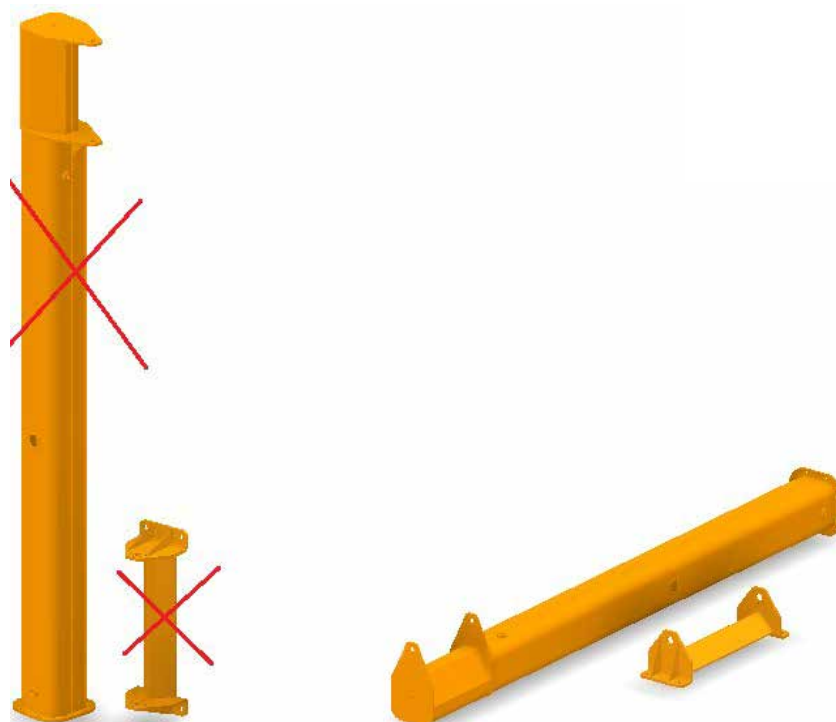

fig.14
- ▶ Toutes les pièces ou composants doivent être définitivement installé ou déposé à tous les stades de la manipulation, de façon équilibré afin de ne pas générer de risques d'accidents. (fig. 14)